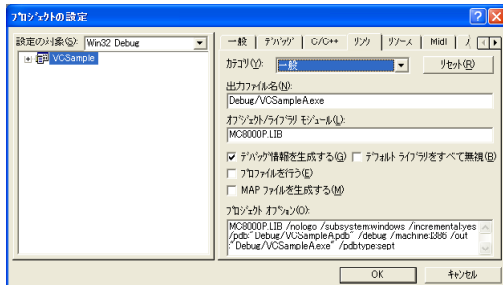

図3.3-1 VC++6.0 プロジェクトの設定
- ③ VC++6.0 の場合は、[プロジェクト]-[設定]で「リンク」タブを選択し「オブジェクト/ライブラリモジュール」にMC8000P.libを追加して下さい。（「図3.3-1 VC++6.0 プロジェクトの設定」を参照。）